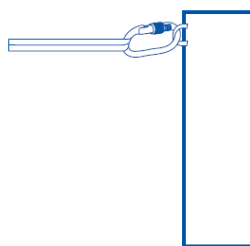

Figura 1. Línea de vida unida al anclaje mediante conector
Revisar el adecuado estado del dispositivo de anclaje provisional transportable EN 795 B (1) según instrucciones del fabricante. Desde una posición segura el operario fijará con un conector EN 362, un extremo de la línea de vida temporal en el dispositivo de anclaje fijo EN 795 A1 (2 ó 3), ver figura 1. Seguidamente y siempre desde una posición segura fijará el otro extremo de la línea de vida en el otro punto de anclaje fijo EN 795 A1 (2 ó 3 según corresponda) de manera similar, procurando respetar su horizontalidad. Se trata de puntos de anclaje fijo Sekuralt Pro 2 con resistencia estática de 20 kN cada uno.